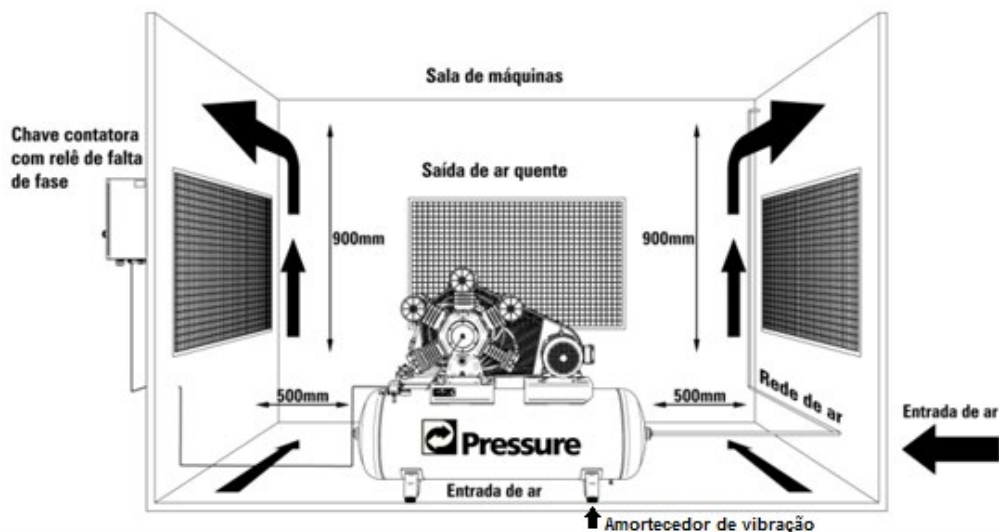

Figura 02 – Instalação
- b) O compressor deve ser instalado em um pavimento sólido (base de concreto) conforme figura 02, e horizontal de forma que suporte devidamente o peso do equipamento mais o peso do líquido (água) quando do teste hidrostático.
- c) O reservatório de ar **NÃO** pode ser chumbado rigidamente ao pavimento, o mesmo deve **obrigatoriamente** ser instalado com amortecedores de vibração (**quando o modelo não acompanha**) entre o pé do reservatório e a base de concreto, conforme (figura 02). Estes devem ser adequados para o peso e vibração do produto.
- e) Respeitar as distâncias mínimas de instalação (figura 02) a fim de garantir uma boa ventilação durante o funcionamento e facilitar o acesso à eventual manutenção e inspeção do produto.
- f) em uma sala de máquinas de preferência (figura 02), o local deve ser coberto, com boa ventilação, livre de poeira, umidade, produtos químicos ou qualquer outro tipo de poluição. Quando não possível, instalar tubulação de sucção externa de forma que o ar admitido seja o mais limpo possível para uma vida útil longa de seu compressor.